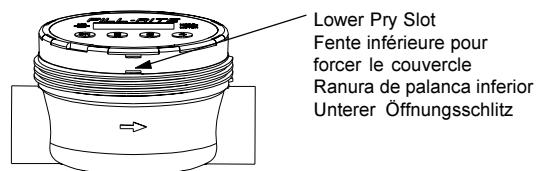

Figure 7
2. Unscrew meter cap (item 1).
3. Insert a flat-head screwdriver in the lower slot (see Figure 7) and turn to pry up meter cover (item 6).
3. Insérez un tournevis à tête plate dans la fente du bas (voir la figure 7) et tournez le tournevis pour forcer le couvercle du débitmètre à s'ouvrir (article 6).
2. Kappe abschrauben (item 1).
3. Schraubenzieherklinge in den unteren Öffnungsschlitz einführen (siehe Abbildung 7) und vorsichtig drehen, um den Deckel (Nr. 6) abzuheben.